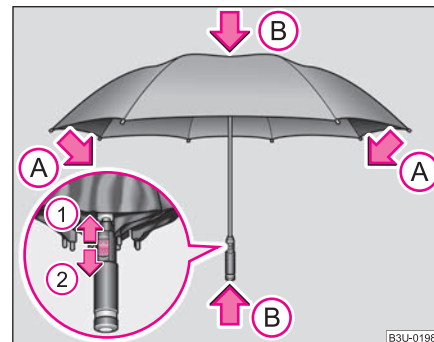

Abb. 101 Regenschirm
- Drücken Sie den Druckknopf in Pfeilrichtung ① ⇒ Abb. 101. ►